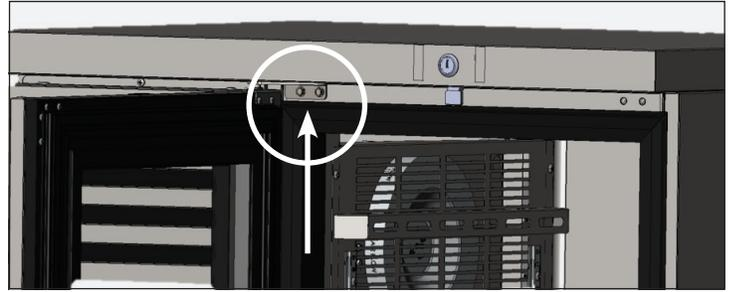

Abb. 1 Schrauben im oberen Türscharnier
1. Die Schrauben, mit denen der obere Scharnierwinkel vorn am Schrank befestigt ist, entfernen. Die Schrauben entfernen. Siehe Abb. 1.